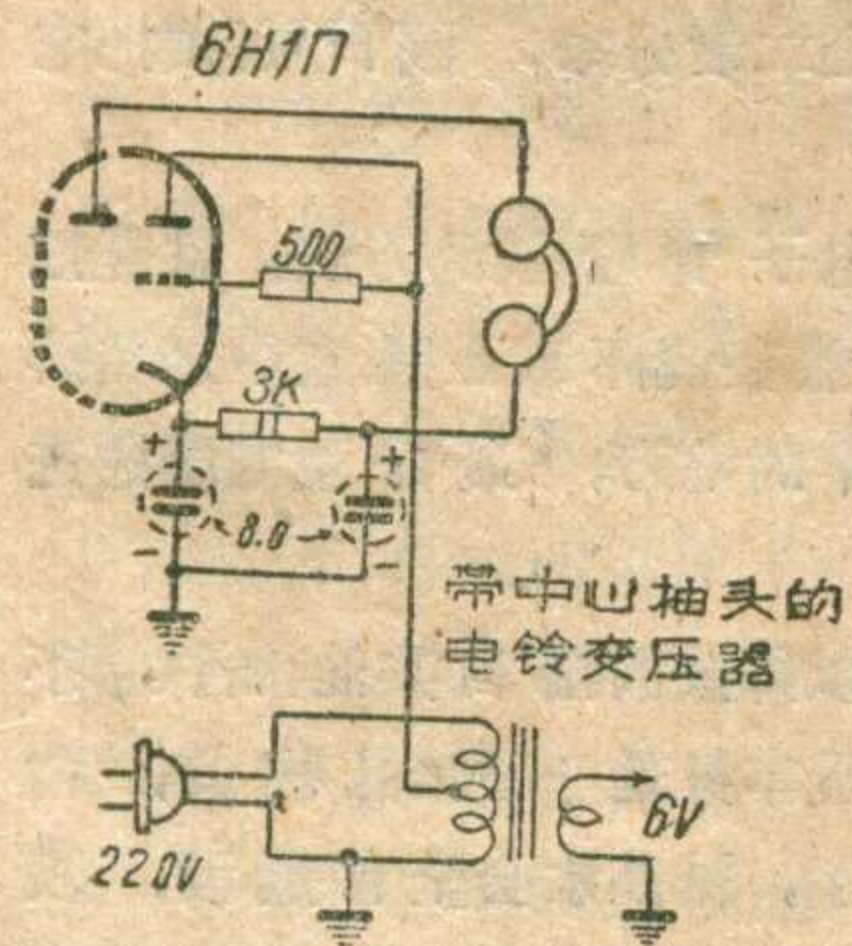

图 1
1. 有些市售 220 伏电铃变压器初级线圈有中心抽头，这种变压器可以按照图 1 接线。这样利用初级线圈的一半，取得 110 伏高压进行整流。